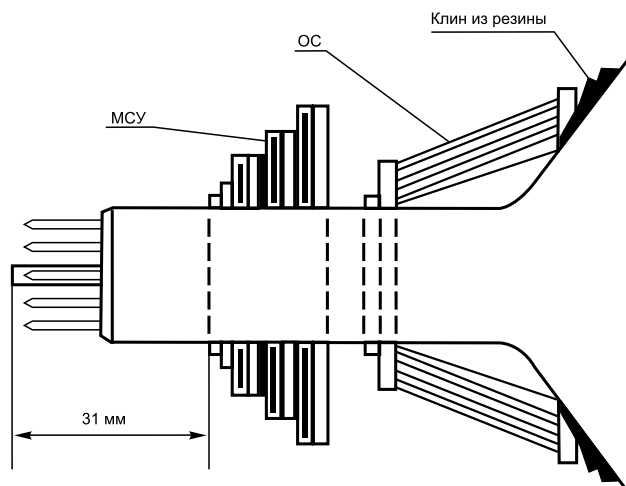

Рис. 2. Установка на кинескоп магнитостатического устройства сведения
- наденьте на кинескоп магнитостатическое устройство сведения и установите его, как показано на рис. 2;